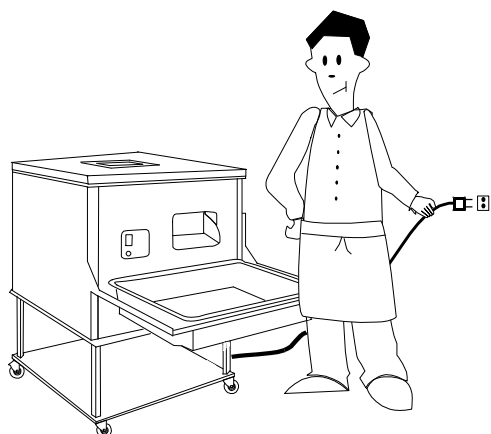

FIG. 4
- . Assurez vous que l'interrupteur est bien en position Eteinte. Brancher la prise de la machine au réseau électrique (fig4)